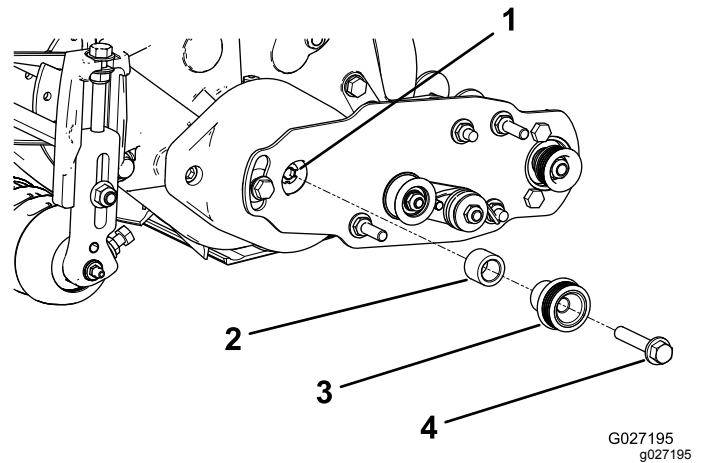

Bild 15
- Setzen Sie das Distanzstück auf die Welle im Lagergehäuse (Bild 15).
- Setzen Sie die Antriebsscheibe in das Distanzstück und auf die Antriebswelle (Bild 15).
- Befestigen Sie die Riemenscheibe und das Distanzstück mit einer Bundkopfschraube (3/8" x 2") an der Antriebswelle, siehe Bild 15.